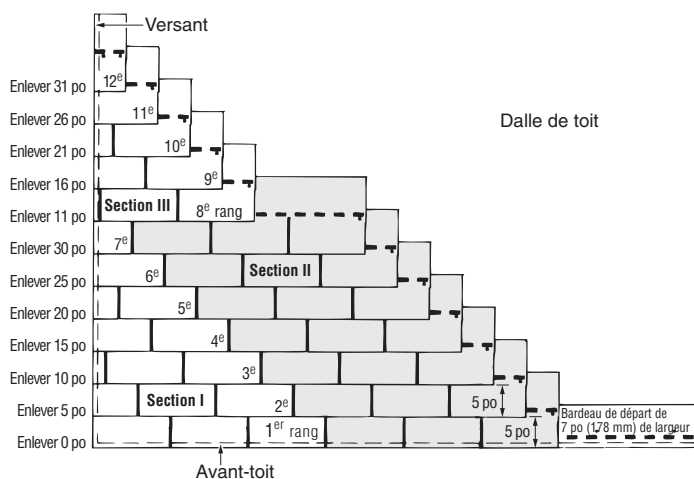

Figure 10-9 : Méthode de pose diagonale de cinq pouces.
1. Pour débiter le deuxième rang, retrancher 5 po (12,7 cm) du côté gauche d'un bardeau et poser la pièce de 31 po (79 cm) restante par-dessus le bardeau du premier rang, à égalité avec le bord gauche du bardeau du premier rang et en laissant 5 po (12,7 cm) du premier rang à découvert (*figure 10-9*).
3. Poser la section II de la façon illustrée à la *figure 10-9*, en aboutant des bardeaux entiers contre les bardeaux des sept rangs de la section I. Il faut poser les bardeaux de la section II avant de passer aux rangs 8 à 12 (section III). Les bardeaux de la section II sont aboutés contre les bardeaux des sept rangs de la section I. Fixer tous les bardeaux de façon normale.
1. Pour débiter le huitième rang, retrancher 11 po (28 cm) du côté gauche d'un bardeau et poser la pièce de 25 po (63,5 cm) restante par-dessus le bardeau du septième rang, à égalité avec le rebord gauche de celui-ci et en laissant 5 po (12,7 cm) du septième rang à découvert (figure 10-9).